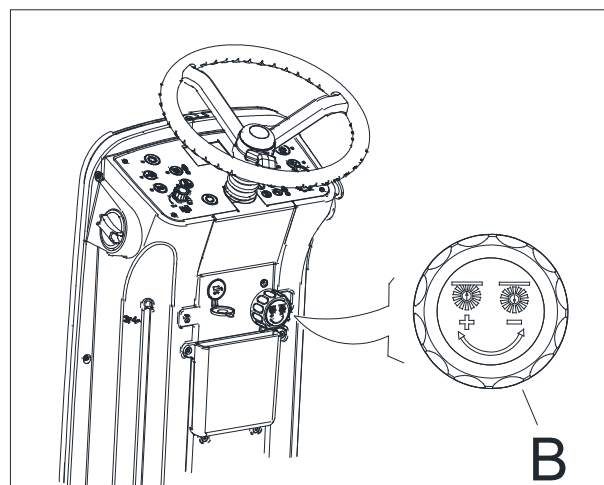

Figura 19
- Rode o botão (B, Figura 19) da seguinte forma: